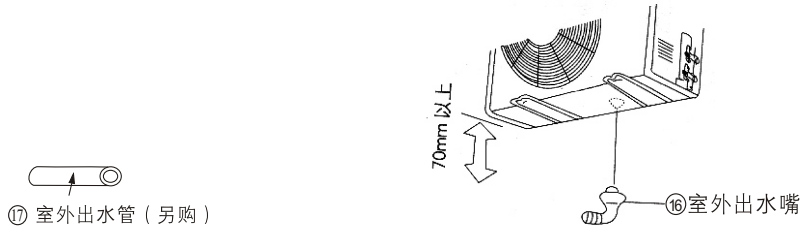

图33
- 2 请将机体在安装后,按图33所示将附件⑯室外出水嘴安装在出水孔中,再套上附件⑰室外出水管(另购),使之朝向最合适的位置。